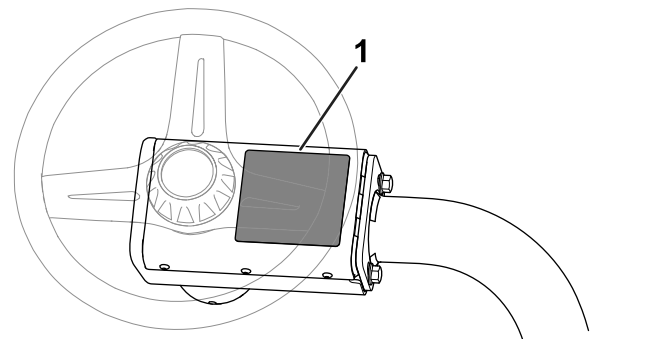

図 8
- CE 警告デカルP/N 136-8505を、既存の警告デカルP/N 136-8506の上から貼り付ける。**図 8** は警告デカルの貼り付け位置を示す。